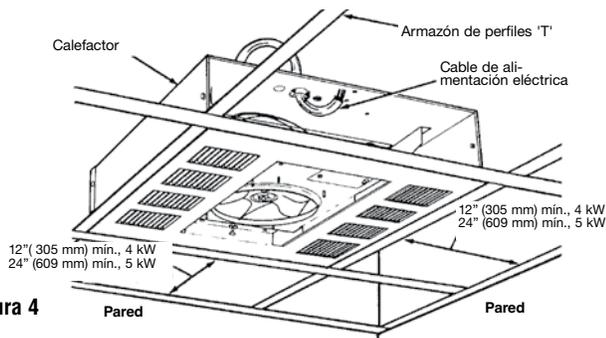

Figura 4
15. Coloque el calefactor en el armazón de perfiles 'T' (Figura 4) y asegúrelo como sea necesario. Vea la Advertencia n.º 9.